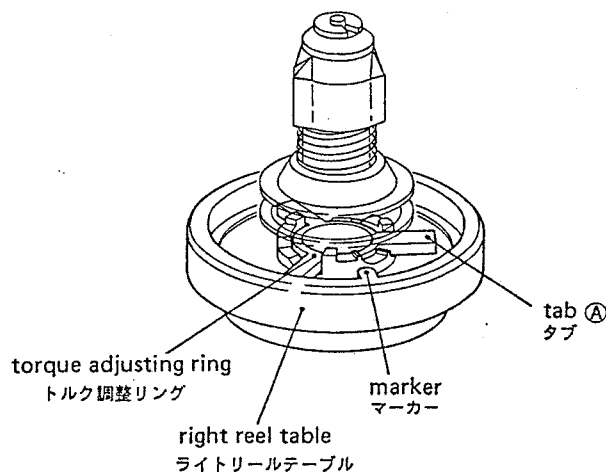

Fig. 5-6
3. If the take-up torque is still out of the limits, adjust the torque adjusting ring provided on the right reel table. The torque can be adjusted to three values as shown in Fig. 5-6. Turn the torque adjusting ring with the tab (A), pulling slightly upward, and place the tab on one of three stepped portions having pawls to fix the tab.
3. もしテイクアップ・トルクが更に規定値から外れている場合は、右リール台のトルク調整リングを回して調整する。トルクは図5-6に示すように3段階に調整できる。リール台のマーカのある部分だけ階段部分にツメが設けられているので、調整時にはタブ (A) を持ち上げるようにしてトルク調整リングを回す。